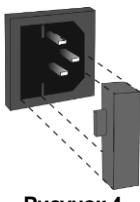
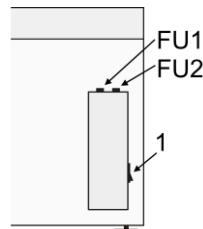

Рисунок 4
Рисунок 6
- 8.3.1. Предохранитель в блоке управления. Отсоедините прибор от сети. Отсоедините сетевой кабель из разъема (рис. 4) на задней панели прибора. Откройте держатель предохранителя, выдвинув его (рис. 4, для компактных моделей) или открутите крышку держателя FU2 (рис. 6, модель UVT-S-AR). Проверьте предохранитель и, при необходимости, замените, **M 3,15 A** (тип **M** - time lag: **Medium**).